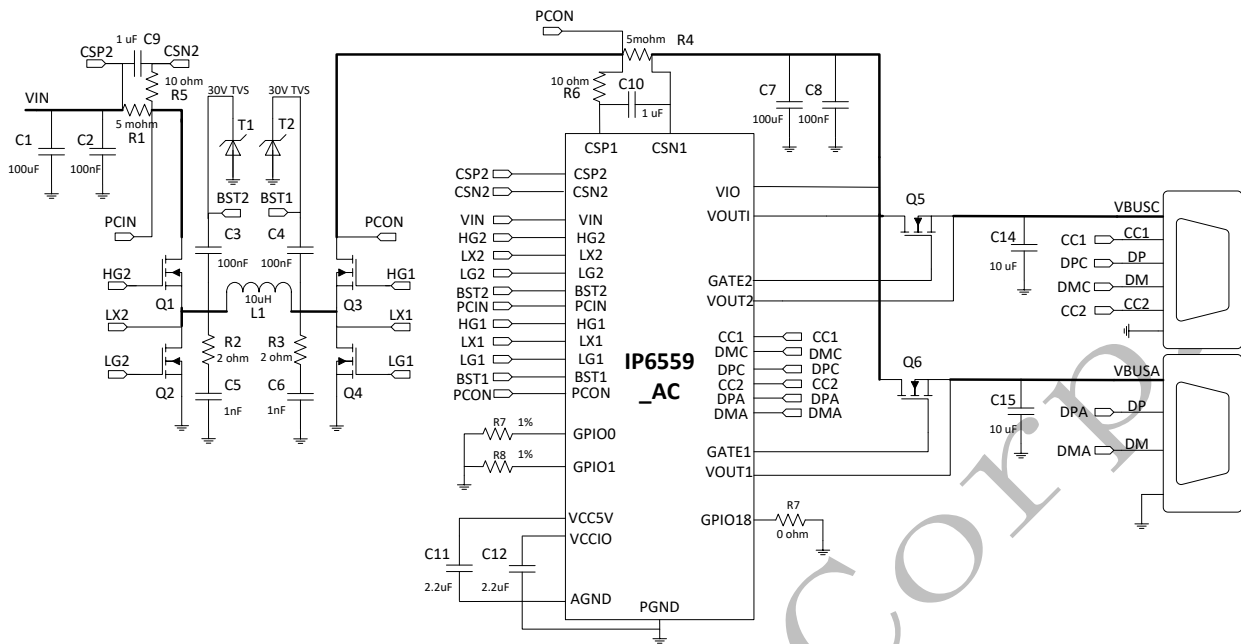

图 10 IP6559 USB-A 和 USB-C 双口输出的典型应用原理图
2. 图 10 中，调节 GPIO0 的接地电阻 R7 可以改变 IP6559_AC 的 C 口 PDO，调节 GPIO1 的接地电阻 R8 可以改变 IP6559_AC 的 A 口输出功率；